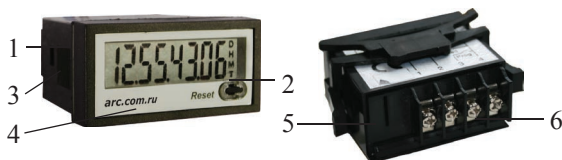

Рис. 1
- Установите прибор в отверстие. С помощью крепления 1 (см. рис. 1) прибор также может быть установлен в щит.